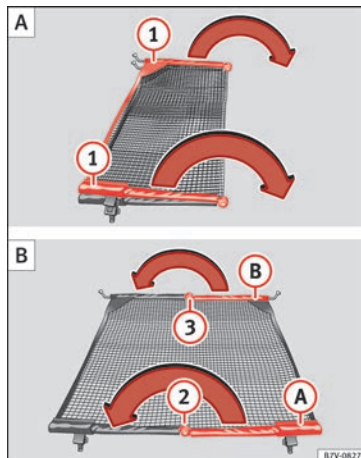

Fig. 91 Desplegar la red de separación ① y plegarla de nuevo ② y ③.
Desplegar totalmente las varillas transversales de la red de separación » **fig. 91 ①** en la dirección de la flecha hasta que se oiga un “clic”.
- Pulse el botón de desbloqueo » **fig. 91 ②** y pliegue la varilla **A** en la dirección de la flecha con el botón de desbloqueo pulsado.
- Pulse el botón de desbloqueo » **fig. 91 ③** y pliegue la varilla **B** en la dirección de la flecha con el botón de desbloqueo pulsado.